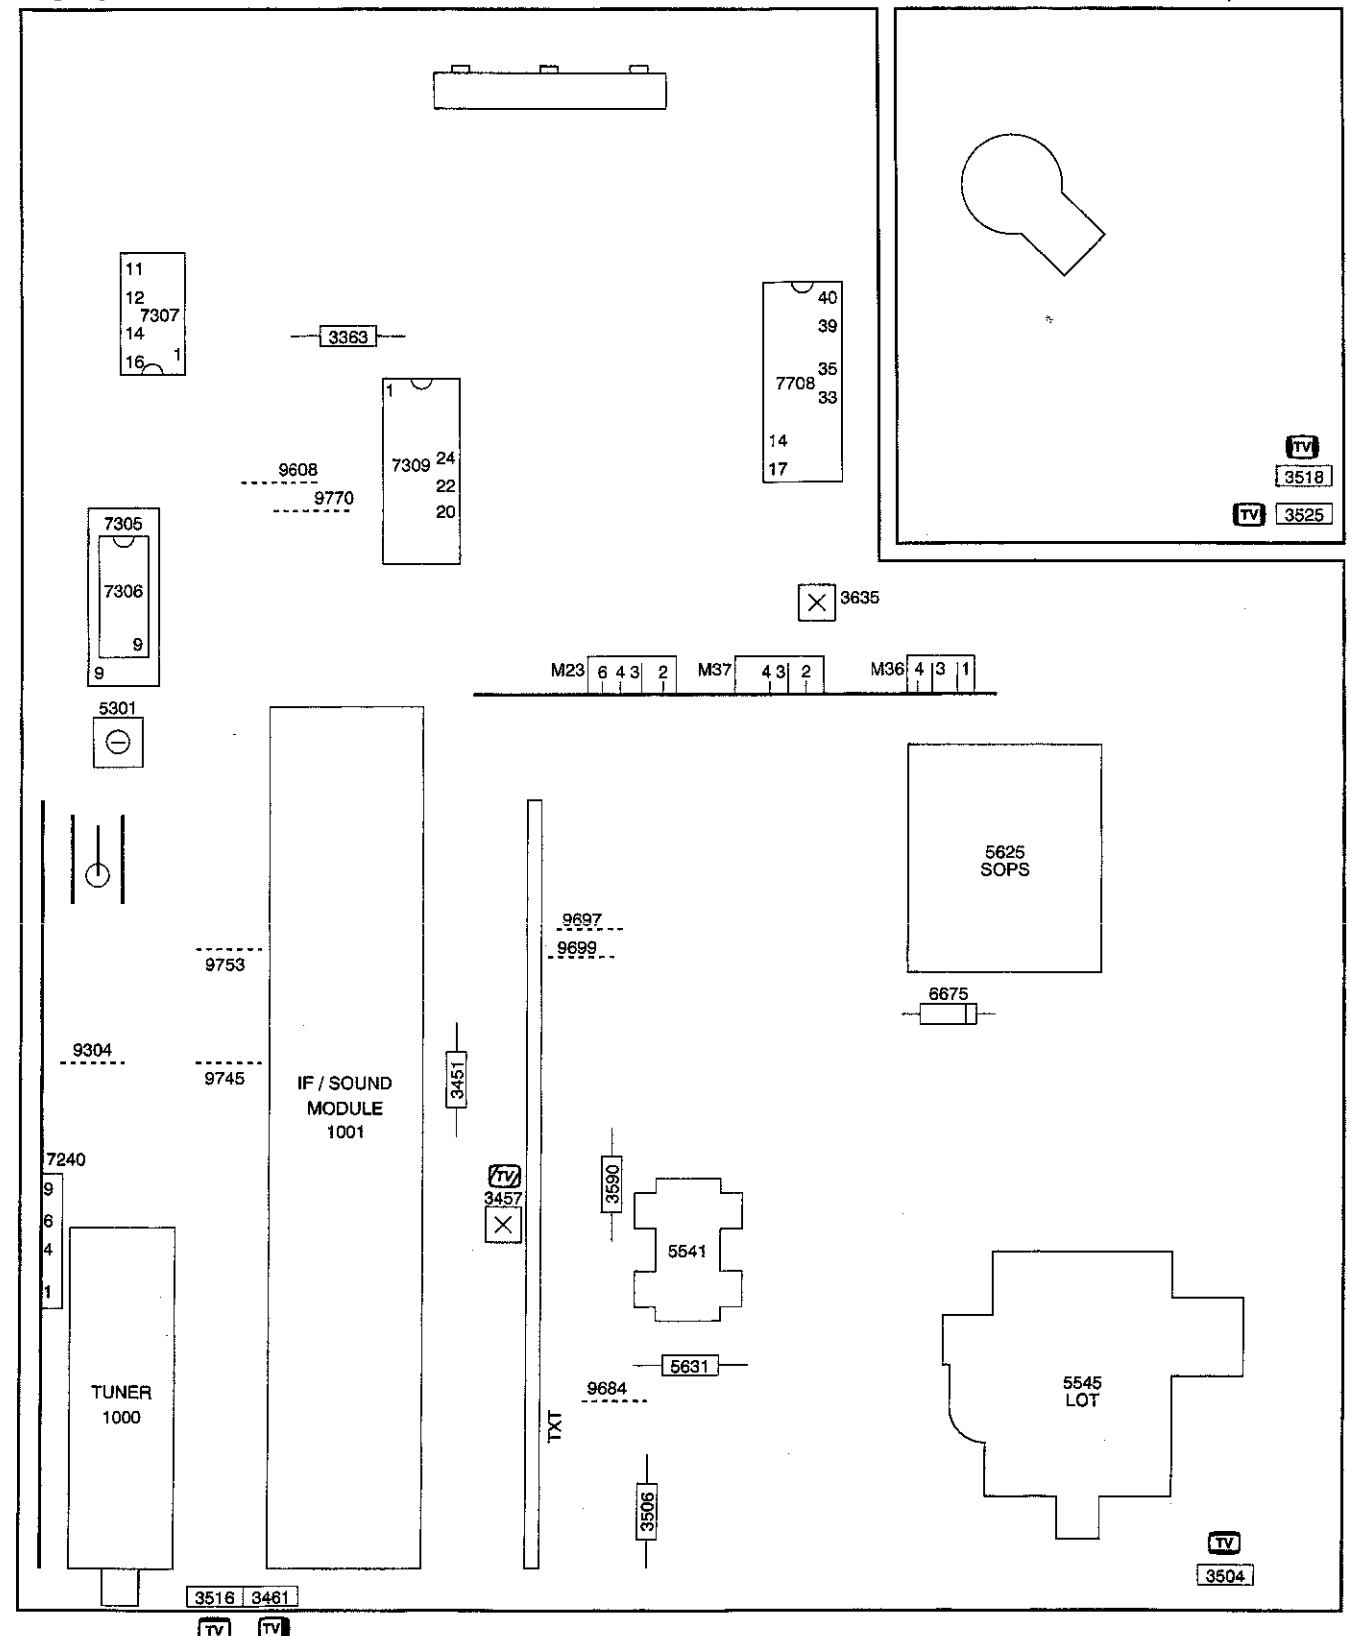

Abb. 7.1
1. Abgleicharbeiten auf der Trägerplatine (Abb. 7.1)